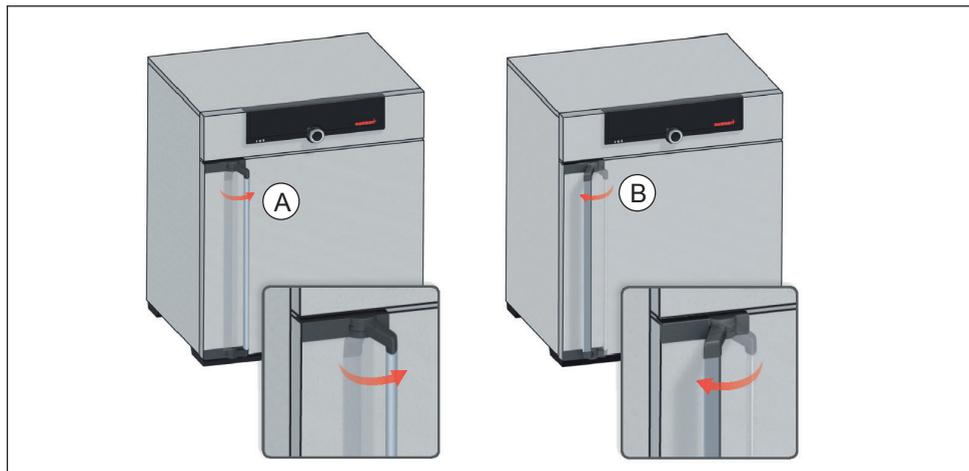

Fig. 13 Aprire e chiudere la porta
- ▶ Per aprire la porta tirare la maniglia (a seconda del modello verso destra o verso sinistra, Fig. 13, A).
- ▶ Per chiudere la porta, spingerla e ruotare la maniglia lateralmente (B).